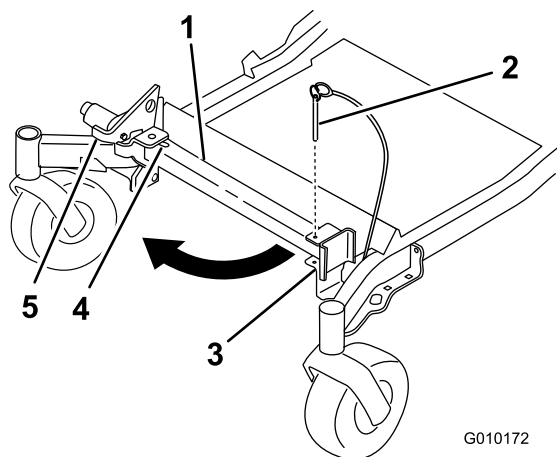
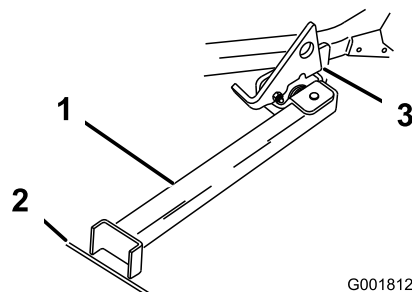

Figure 42
Figure 43
2. Retirez la goupille du support (Figure 42).
4. Dépliez le pied du support et poussez le support vers la machine en l'engageant dans le bas de la fente (Figure 42 et Figure 43).
5. Posez le pied du support sur le sol et appuyez le verrou sur la languette de pivot (Figure 43).
7. Conduisez la machine sur le support. Arrêtez-vous quand le verrou retombe sur la languette en position verrouillée (Figure 43).
5. Ramenez le support à sa position de repos (Figure 42).